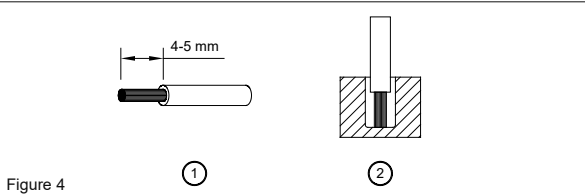

Figure 4
Die Anschlussklemmen erlauben eine schnelle und einfache Verdrahtung des Gerätes. Sie können flexible (feindrähtige Leitung) oder feste Kabel mit einem Querschnitt von 0,52-3,3mm² (AWG 20-12) und einem Anzugsmoment von 5,19kgf.cm max (4,5lb in) verwenden. Um sichere und stoßfeste Anschlüsse gewährleisten zu können, sollte die Abisolierlänge 4-5 mm betragen (siehe Abb. 4 (1)). Bitte sorgen Sie dafür, dass die Kabel vollständig in die Anschlussklemmen eingeführt werden, siehe Abb. 4 (2).